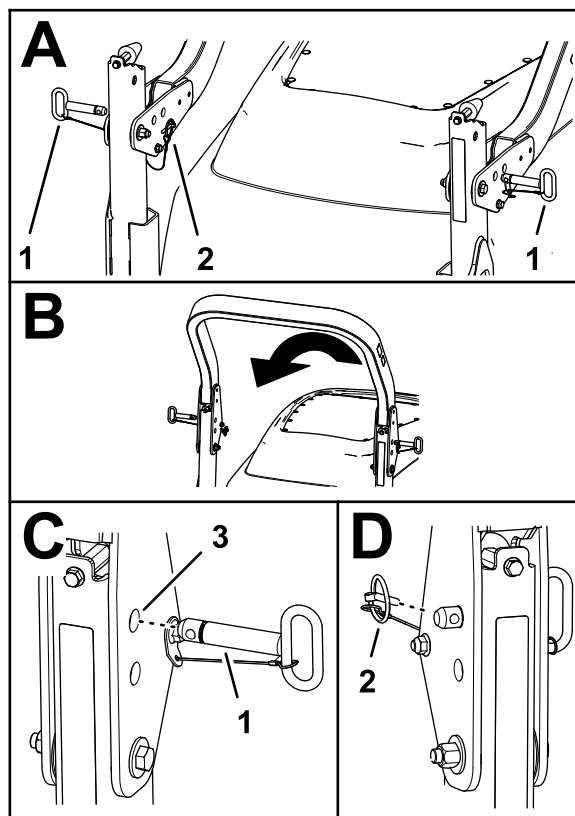

Figura 63
- Retire los pasadores de seguridad que fijan los pasadores de la barra antivuelco a cada lado de la barra antivuelco (Figura 63).